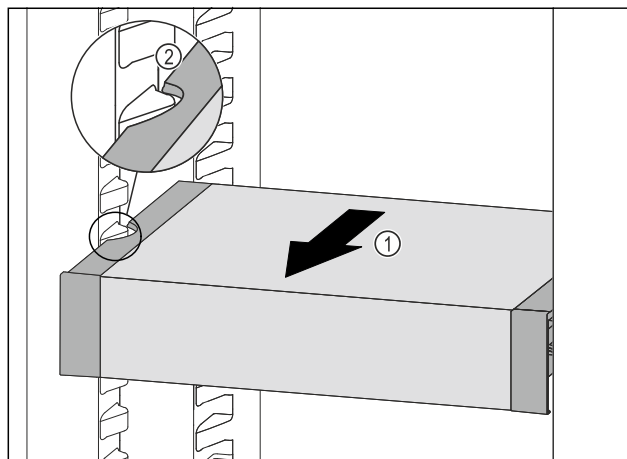

Fig. 84
- ▶ VarioSafe pociągnąć w przód Fig. 84 (1), aż boczne wycięcia szuflady VarioSafe będą się znajdować na wysokości żebrowania pojemnika w chłodziarce. Fig. 84 (2)